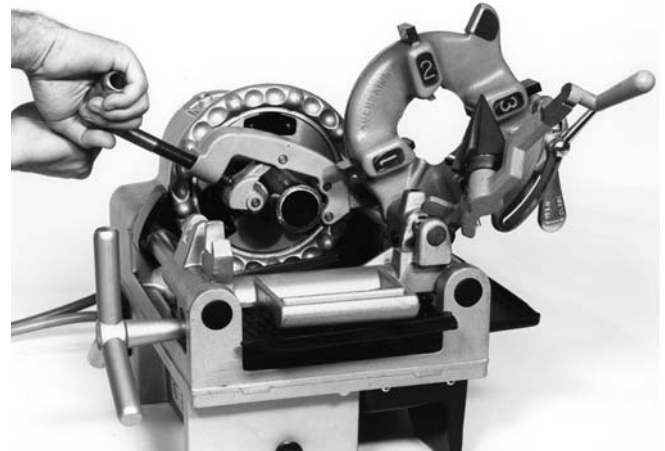

Figura 4 – Corte de un tubo con el Cortatubos No. 732
4. Adopte la postura correcta para trabajar (Figura 4).
6. Agarre la manivela del tornillo de alimentación del cortatubos con ambas manos (Figura 4).